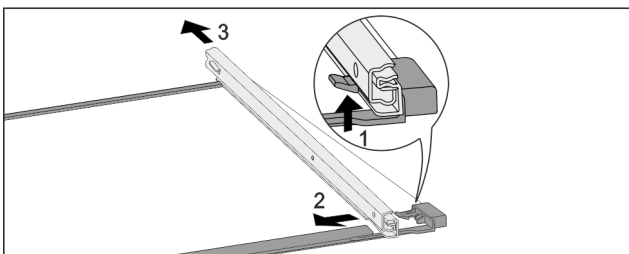

Fig. 227 Glasplatte mit Schienen
- ▶ Vorderen Rasthaken nach oben drücken. Fig. 227 (1)
- ▶ Auszugsschiene zur Seite Fig. 227 (2) und nach hinten Fig. 227 (3) wegschieben.